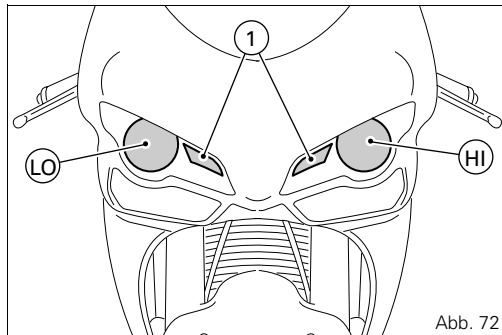

Abb. 72
In Abb. 72 wird die Position der Lampe des Abblendlichts (LO), des Fernlichts (HI) und des Standlichts (1) angegeben.